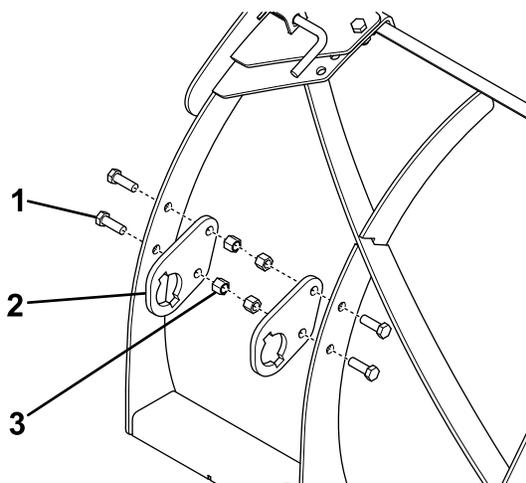

Bild 18
9. Die Lamellenhalterungen lose mit vier Schrauben (1/2" x 1 1/2") und Sicherungsmuttern (Bild 18) am Pflug befestigen.